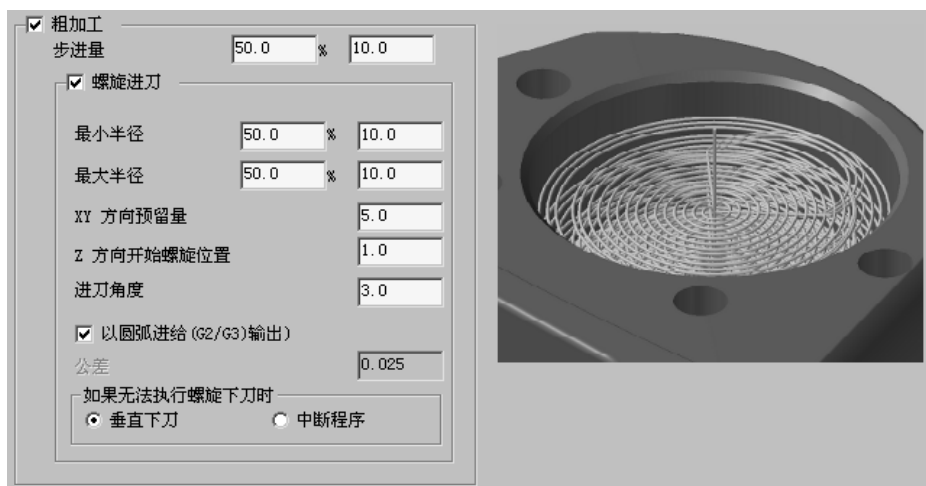

图 9.7.5 “粗加工”参数设置界面
Step2. 设置粗加工参数。在“2D 刀具路径 - 全圆铣削”对话框左侧的节点列表中，单击 **粗加工** 节点，设置图 9.7.5 所示的参数。